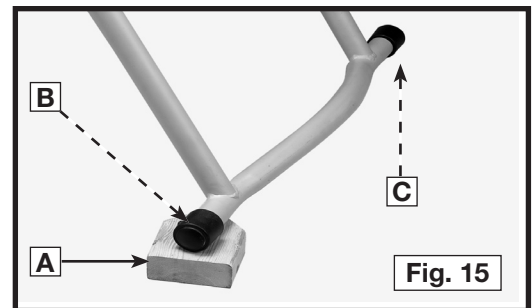

Fig. 15
1. Placez un bloc en bois de 2,5 po d'épaisseur (élément A de la figure 15) sous le pied avant (B) de la plateforme de support de manière à soulever le pied avant de 2,5 po du sol.
3. Réalisez le même test en plaçant le bloc en bois sous le pied arrière (élément C de la figure 15).